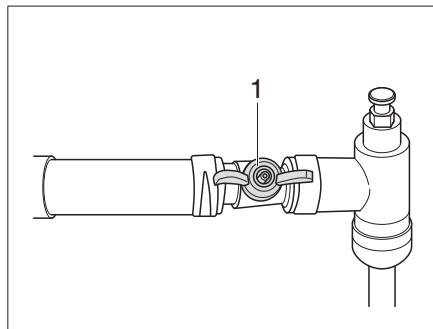

Bild 247 Avstängningsventil Alde, öppnad
- Ställ avstängningsventilen (Bild 247,1) på tvären mot rörledningen.
- Ställ avstängningsventilen (Bild 247,1) parallellt med rörledningen.